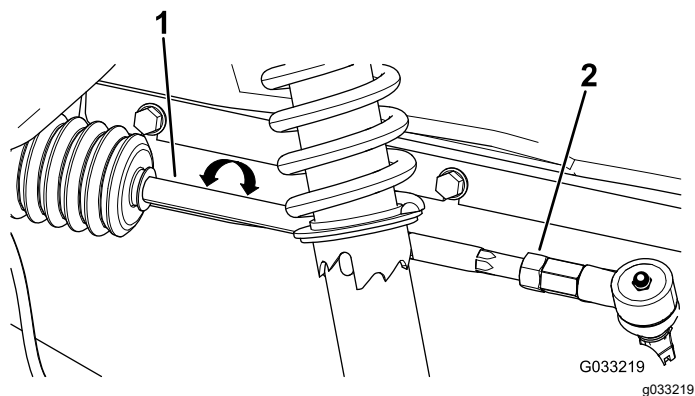

図 57
2. 前後の測定値の差が所定範囲0-6 mmにならない場合は、タイロッドの外側端部にあるジャムナットをゆるめて調整を行う 図 57。